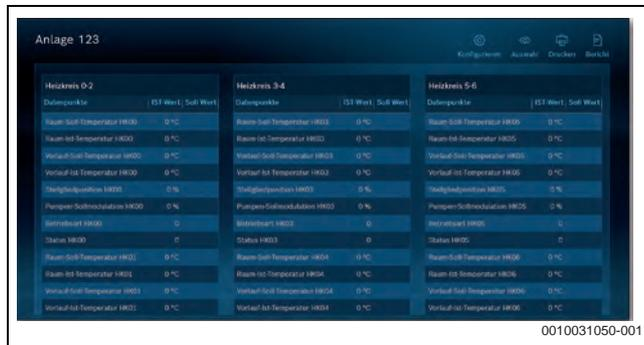

Bild 46 Control Center Commercial „Cockpit“: Übersicht Online-Daten (ohne zu „spiegeln“)
- **Cockpit-Funktion:** Übersicht von auswählbaren Online-Daten, kein „spiegeln“ erforderlich, Aktualisierung alle 30 Sekunden (→ Bild 46)